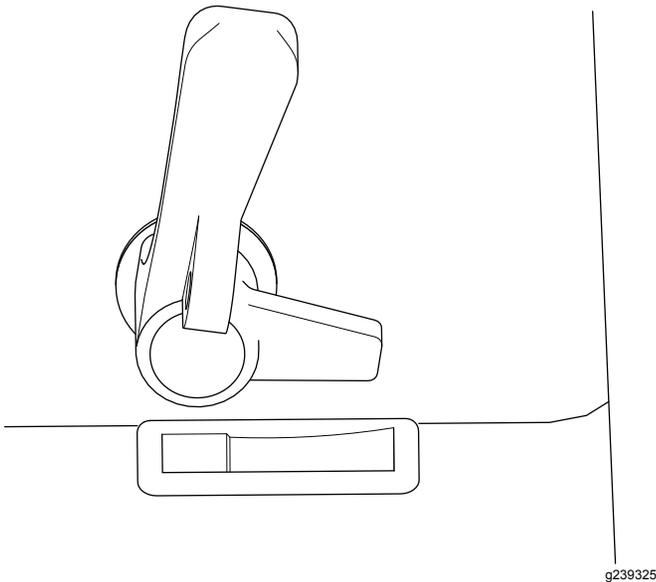

Figure 9
1. Tournez les poignées dans le sens antihoraire et poussez sur les vitres pour les ouvrir (Figure 9).